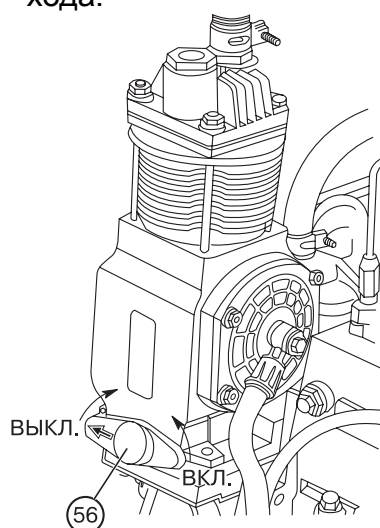

Рис. 5.
- 56 — рукоятка (рис. 5) включения компрессора. Имеет два положения: левое (стрелка на рукоятке обращена вперед) — "компрессор выключен", правое (стрелка на рукоятке обращена назад) — "компрессор включен". Включение компрессора производите при неработающем дизеле или при минимальных оборотах холостого хода.